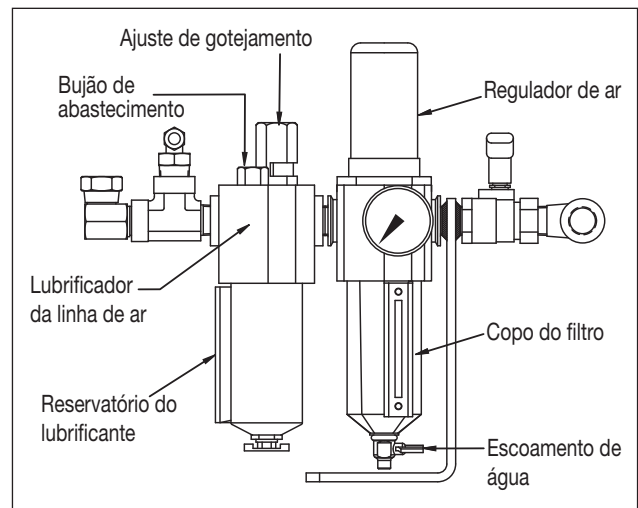

Figura 7, Lubrificador da Linha de Ar e Filtro/Regulador
6.3 Filtro/regulador da Linha de Ar (Veja a Figura 7)